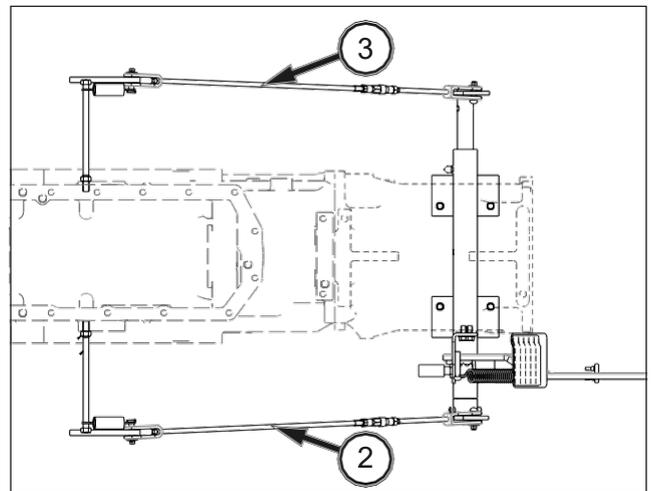

FIG. 114
FIG. 114 y 115: Afloje el vástago de freno derecho (2) e izquierdo (3) con un manguito (4) hasta que el juego sea superior a los 40 mm (no bloquear)